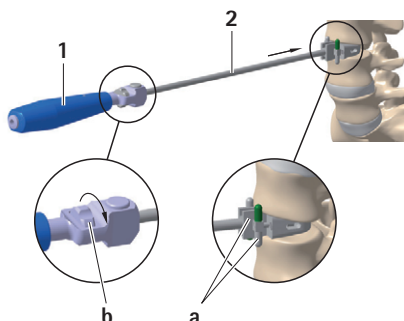

Abb. 1
- Meißelführung 2 mit gewünschter Implantathöhe und Winkel auf den Griff 1 montieren, siehe Abb. 1.
- Rad b im Uhrzeigersinn drehen und Sicherheitsstopp a auf kürzeste Meißellänge einstellen, siehe Abb. 1.
- Meißelführung 2 mittig in den Bandscheibenraum einführen und Sicherheitsstopp a unter Röntgenkontrolle auf gewünschte Meißeltiefe einstellen, siehe Abb. 1.